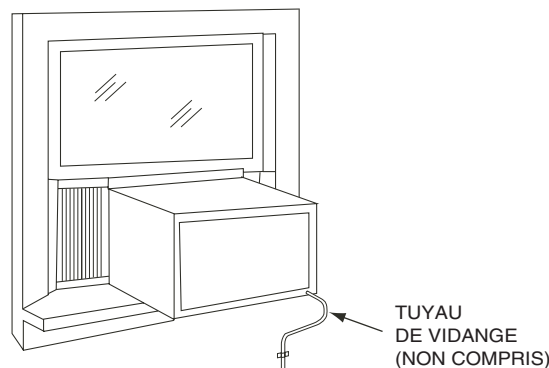

FIGURE 18 — TUYAU DE VIDANGE NON COMPRIS
23. L'appareil a été conçu pour permettre l'évaporation de la condensation dans des conditions normales. Dans des conditions d'humidité extrême, un excès de condensation risque de faire déborder le bac de condensation. Au besoin, un tuyau de vidange (non compris) peut être installé au bout du bouchon de vidange pour éloigner la condensation de l'appareil. Consultez la Figure 18.